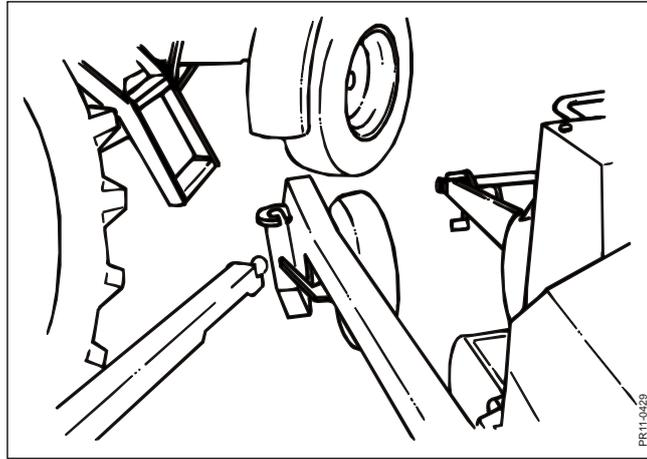

Fig. 2-14
**Fig. 2-14** El bastidor de acoplamiento de 3 puntos se baja y la máquina se puede conducir hasta que la articulación del bastidor acodado haga contacto con el borde del enganche. De este modo, se eleva la suspensión y la máquina se conecta en el punto delantero.